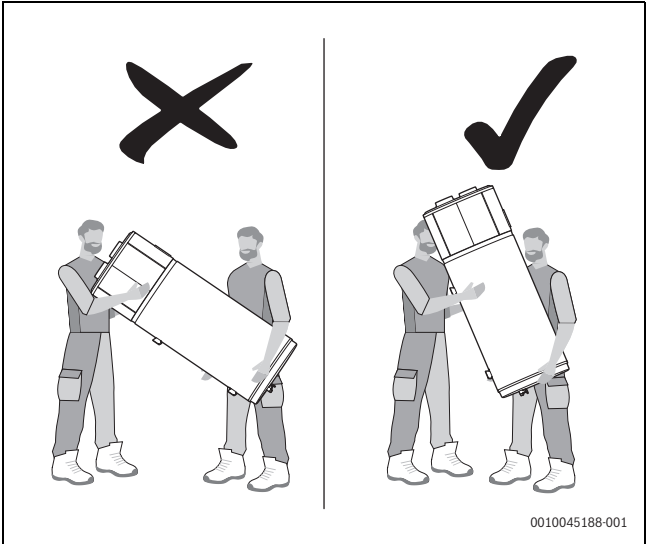

Fig. 8
- ▶ Não segurar o aparelho pelos painéis superiores decorativos (Fig. 8).